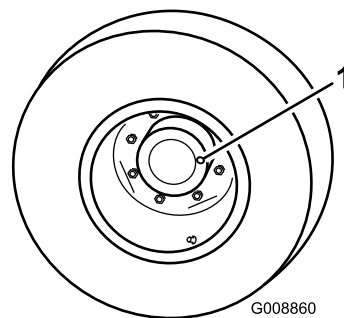
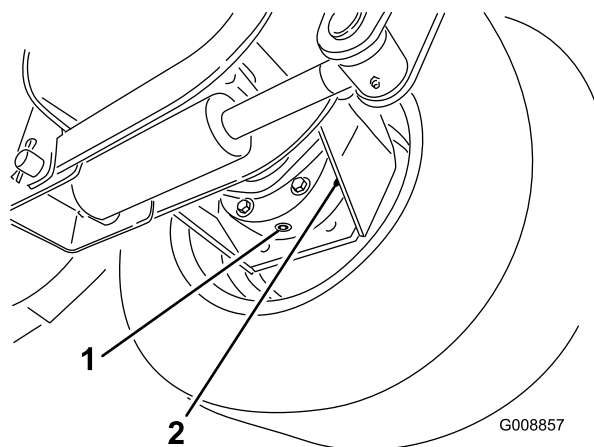

Figure 68
Figure 69
1. Garez la machine sur une surface plane et horizontale, tournez la roue de manière que le bouchon de contrôle/vidange (Figure 68) se trouve à la position 3 heures ou 9 heures.
2. Retirez le bouchon du train planétaire (Figure 68) et du carter de frein (Figure 69). L'huile pour engrenages devrait se trouver à 3 mm du bouchon de contrôle sur le carter de frein et le train planétaire.
3. Placez un bac de vidange sous le carter de frein de l'autre côté de la roue (Figure 69).